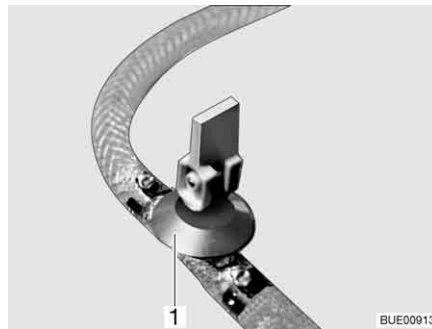

Bild 191 Avtappningskran
- Stäng avtappningskranen/avtappningskranarna. Ställ vipparmen (Bild 191, 1) i vågrätt läge.
- Öppna avtappningskranen/avtappningskranarna (Bild 191). Ställ vipparmen (Bild 191,1) i lodrätt läge. Varmvattenberedaren töms utåt.